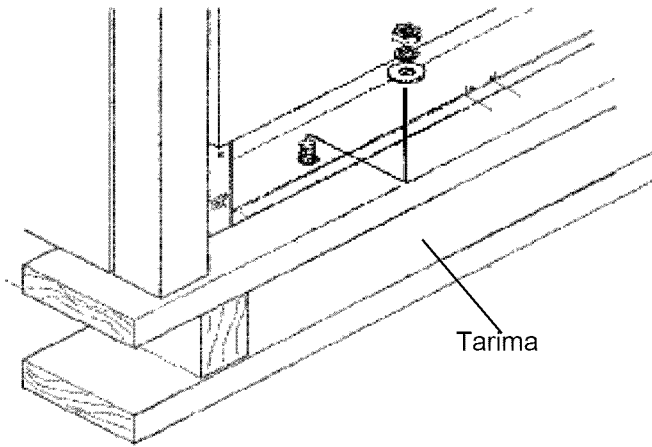

Figura 5: Extracción de los cuatro (4) bulones de transporte
3. Las estufas están fijadas a las plataformas con cuatro (4) pernos (vea la *Figura 5*). Se debe quitar el rodapié para tener acceso a los pernos situados en la parte delantera de la plataforma (vea la *Figura 1*). Para quitar el rodapié, quite los dos tornillos situados bajo las esquinas inferiores de la cavidad de la hornilla y saque el rodapié fuera de los dos salientes de la base de la estufa (vea también la sección “*Ajuste del rodapié*” en la página 27).